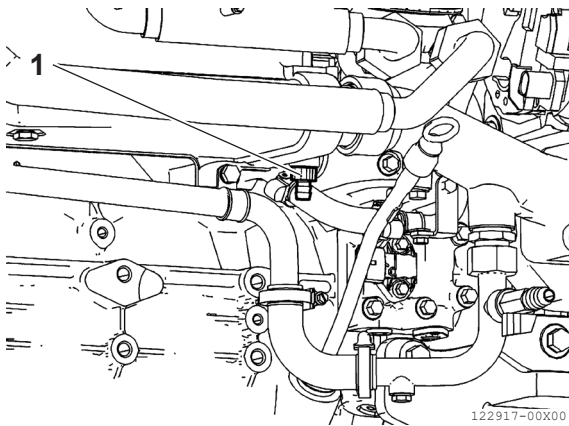

Figure 11
4. Ouvrez le robinet de purge (**Figure 11, (1)**).